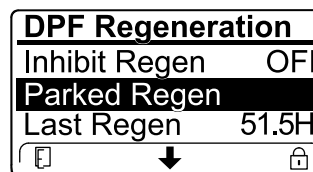

Рисунок 76
- Если компьютер двигателя запрашивает или выполняет восстановительную регенерацию, а вы перейдете вниз к опции PARKED REGEN (СТАЦИОНАРНАЯ РЕГЕНЕРАЦИЯ), стационарная регенерация будет заблокирована и в нижнем правом углу дисплея инфо-центра появится значок «Замок» (Рисунок 76).